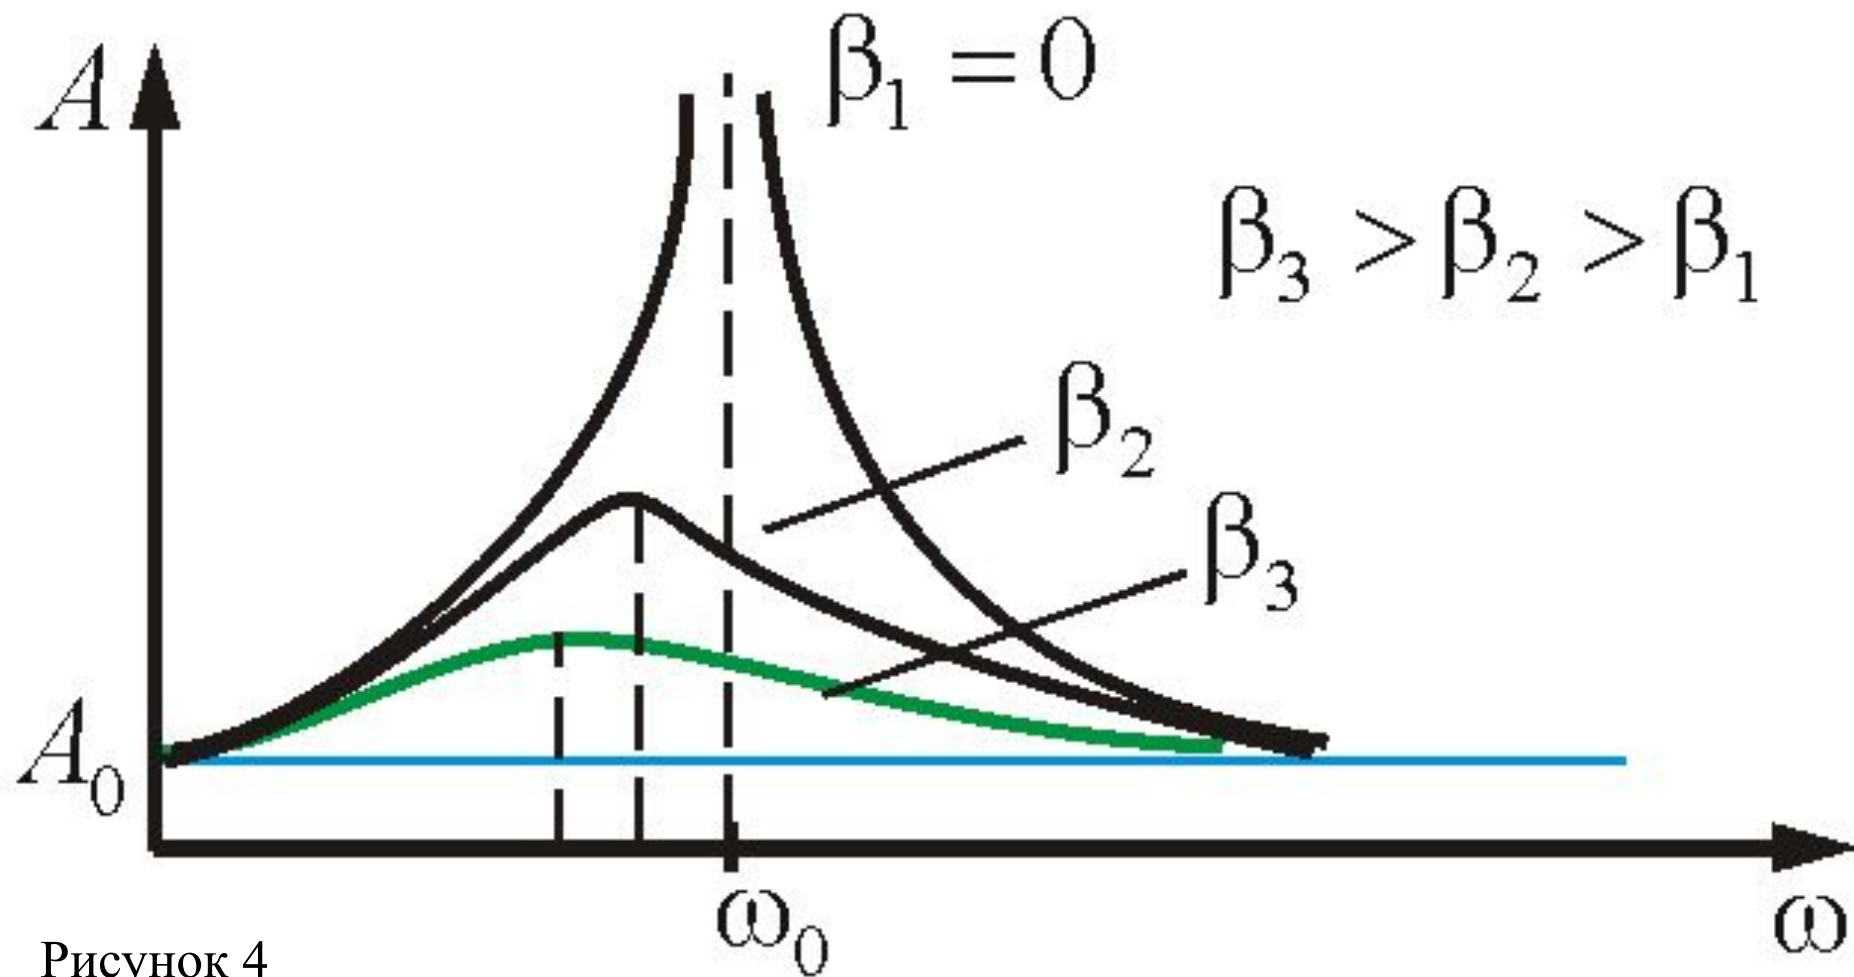

Рисунок 4
2) $\beta = 0$ (затухания нет). С увеличением ω (но при $\omega < \omega_0$), амплитуда растет и при $\omega = \omega_0$, амплитуда резко возрастает ($A \rightarrow \infty$). Это явление называется – **резонанс**. При дальнейшем увеличении ($\omega > \omega_0$) амплитуда опять уменьшается. (Рисунок 4)